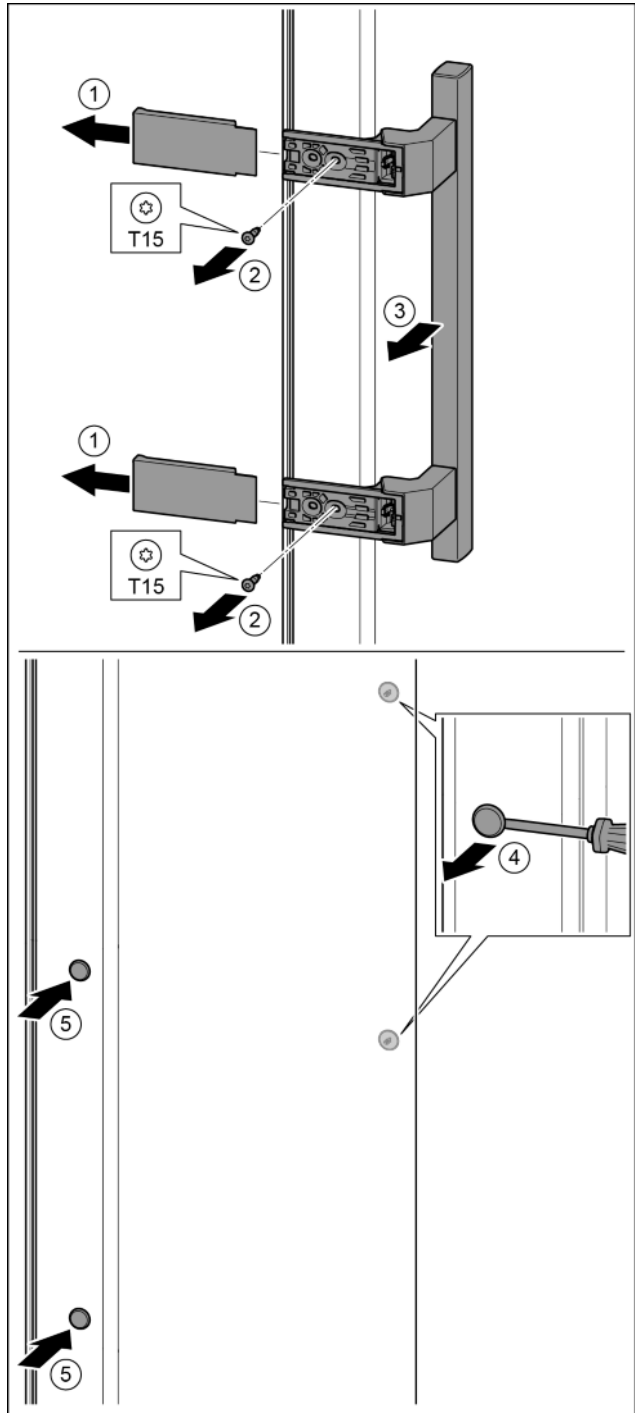

Fig. 36
- ▶ Retirer le cache. Fig. 36 (1)
- ▶ Desserrer les vis avec un tournevis T15. Fig. 36 (2)
- ▶ Déposer la poignée. Fig. 36 (3)
- ▶ Soulever délicatement le bouchon latéral avec un tournevis plat et le sortir. Fig. 36 (4)
- ▶ Remettre en place le bouchon de l'autre côté. Fig. 36 (5)